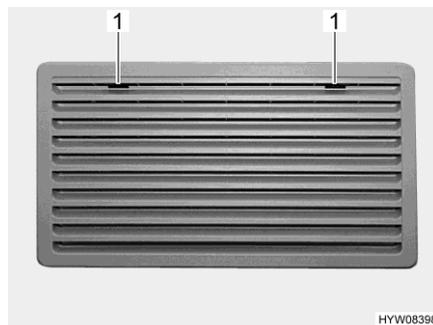
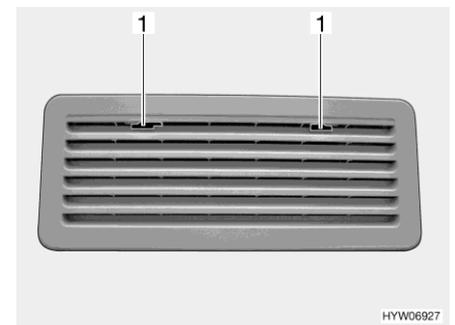

Bild 252 Kühlschrank-Lüftungsgitter
Bild 253 Kühlschrank-Lüftungsgitter
- Arretierung (Bild 252,1 oder Bild 253,1) zur Mitte schieben.